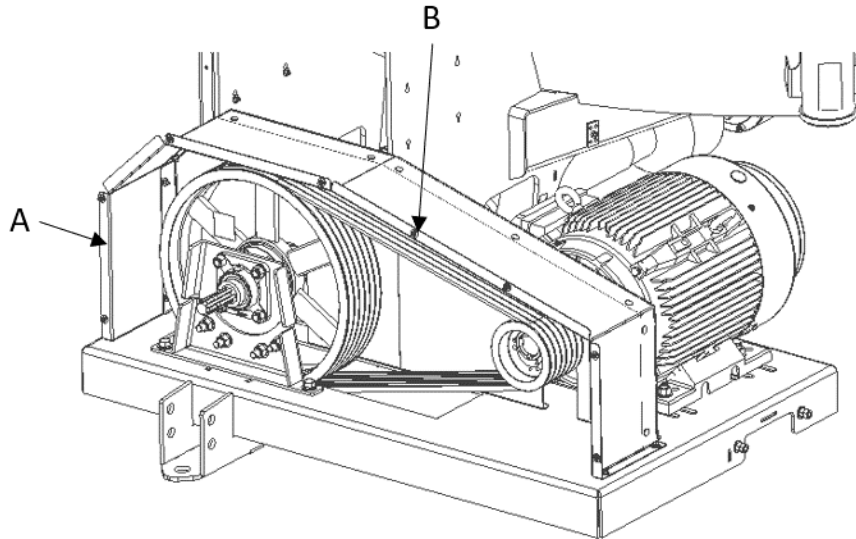

Figure 36 — Vérification de la tension des courroies de la transmission
2. Enlevez le garde de protection (Figure 36, repère A).
3. Placez un tensiomètre sur la courroie, à mi-chemin entre les poulies, de façon à ce qu'il soit perpendiculaire à la courroie (Figure 36, repère B).